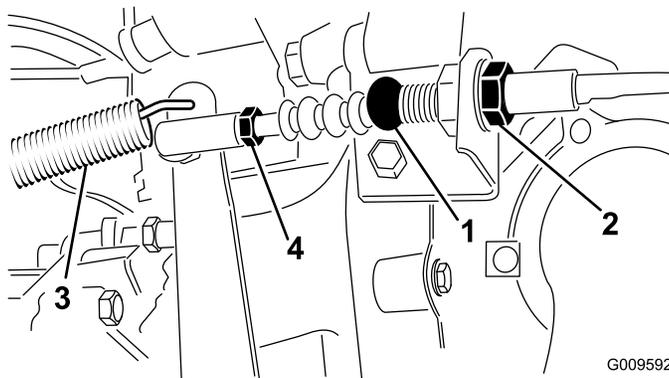

図 69
1. クラッチケーブルをベルハウジング上のブラケットに固定しているジャムナットをゆるめる図 69。